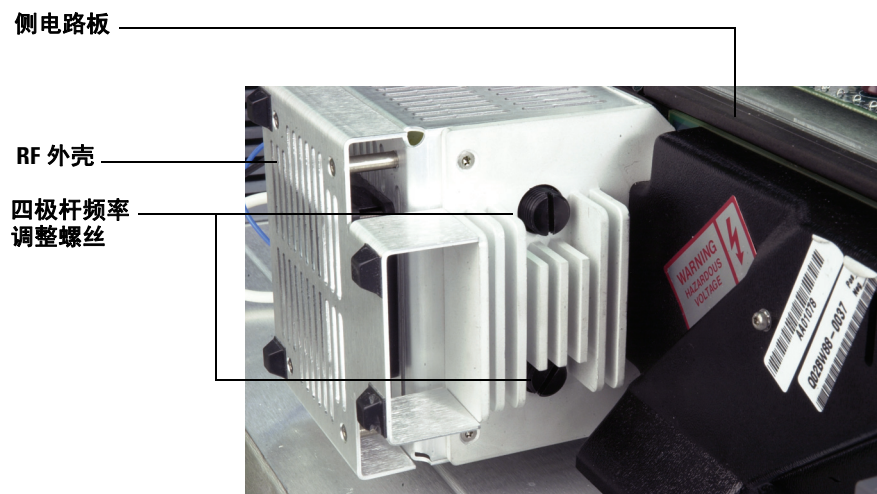

图 45 调整四极杆频率
- 6 缓慢旋转四极杆频率调整螺丝使显示的电压最小（图 45）。